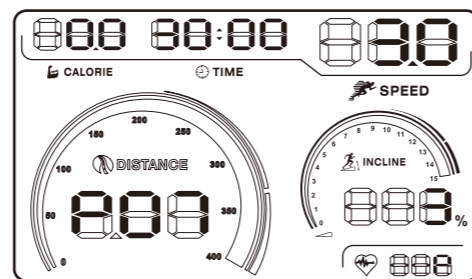

图37
2. 连续按下面板上Training Prog键 ，直至屏幕上出现P07字样，时间窗口闪烁，默认时间为30分钟，您可以通过SPEED（速度）的+（增加）/-（减少）键调整时间。（图37所示）。